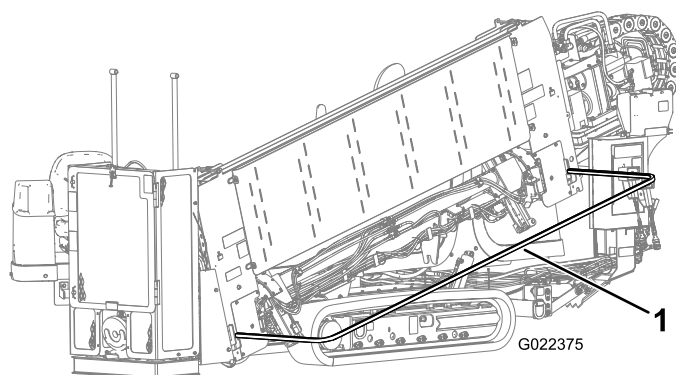

Figura 78
- Baje la barra de seguridad peatonal y sujétela (Figura 78).